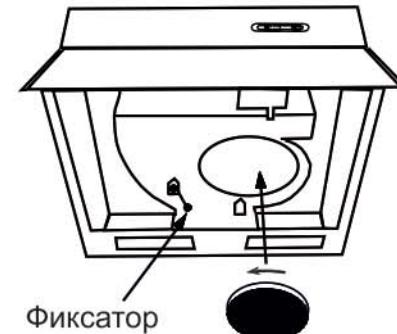

РИС. 5
- установите угольный фильтр (рис. 5).
- Фиксатор (рис. 5) должен находиться в положении вытяжка, положение "A".